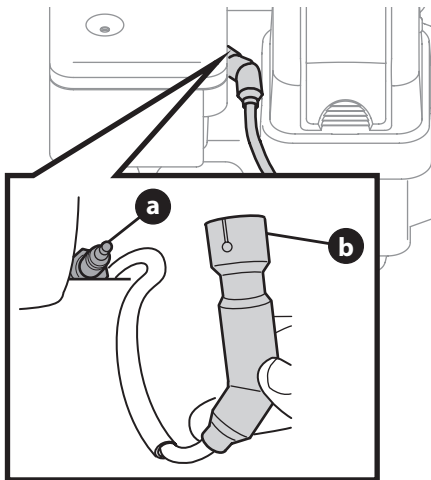

Figura 9
1. Desconecte con cuidado el cable de la bujía (a) y manténgalo alejado de la misma (b). Consulte la Figura 9 para determinar dónde está la bujía.
1. Quite la funda de la bujía (Figura 9).